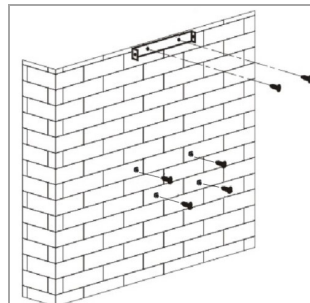

Fig. 2
**Voor de extractiemodus:** Bevestig een flexibele luchtafvoerslang (leveringsomvang) met een binnendiameter van 150 mm aan het verbindingstuk (afzuigkanaal). Zet de slang vast met de kabelbinder [Fig. 2].